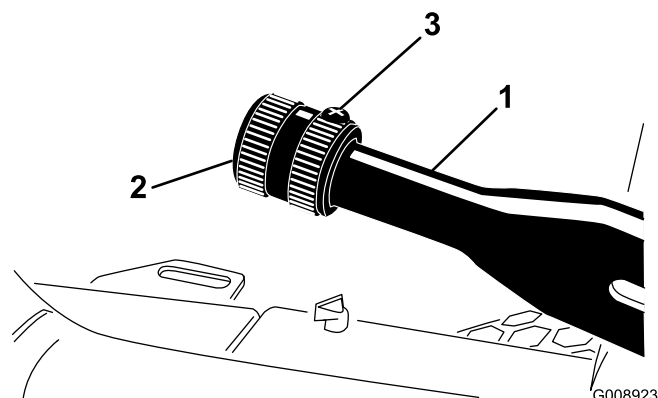

Рисунок 68
1. Ослабьте установочный винт, с помощью которого рукоятка подсоединяется к рычагу стояночного тормоза (Рисунок 68).